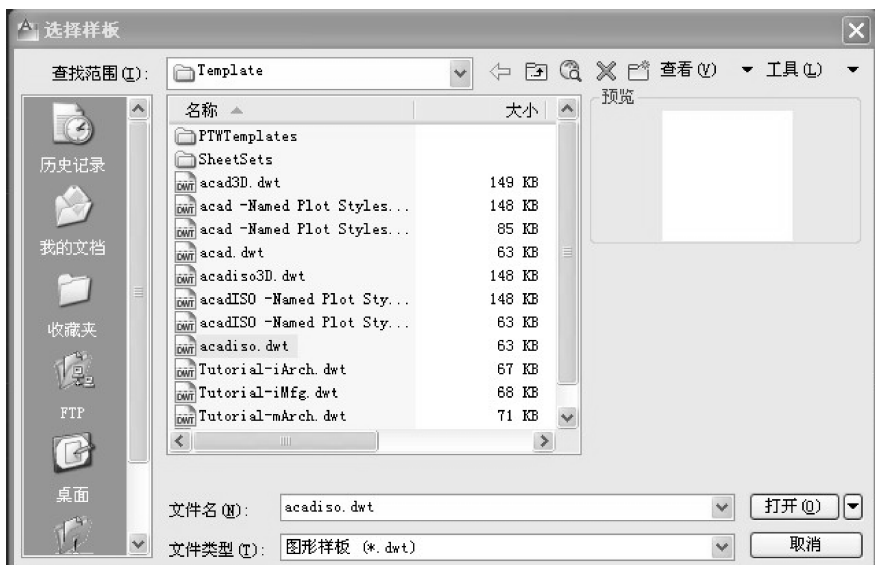

图 1-1 “选择样板”对话框
1) 选择“文件”→“新建”命令，打开“选择样板”对话框，如图 1-1 所示。